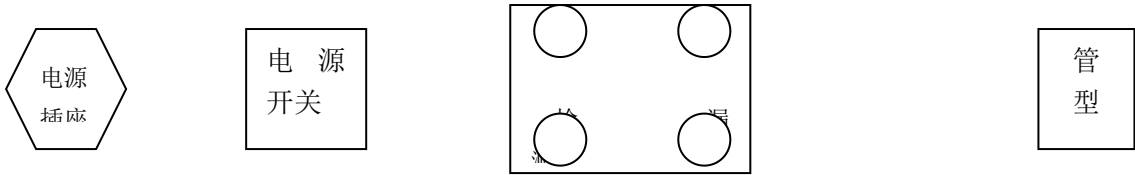

图2号 ZKD-IV 真空开关真空度测试仪
仪器面板如图 2 所示，检漏键用于对真空管真空度进行初步的判断，测量键用于施加高压及强电磁场对真空管真空度进行定量测试。在仪器侧面有一个高压输出端子，可用高压线连到真空管的一个触头上。离子电流输入端连接到真空管的另一个触头上。磁场电压两输出端应接到励磁线圈的两个接线端子上。接地端用于仪器外壳的保护接地。管型输入拨码开关用于输入灭弧室的管型，灭弧室的管型由灭弧室外直决定，带外罩的以外罩直径为准。
4、然后按图 2 所示悬挂好励磁线圈,白刻度线对准真空断路器中间位置,用绑带绑紧电磁铁和真空断路器（实验时脉冲电压会产生冲击力，避免造成真空断路器的损裂）。